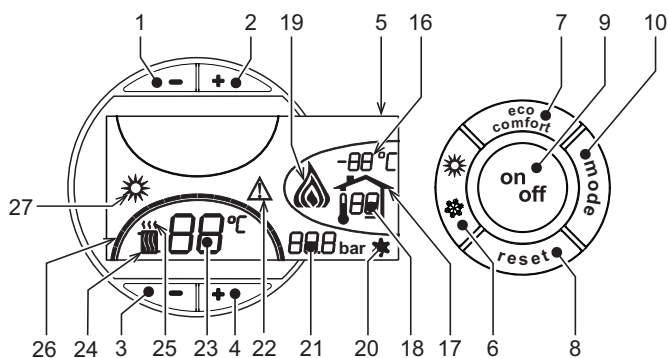
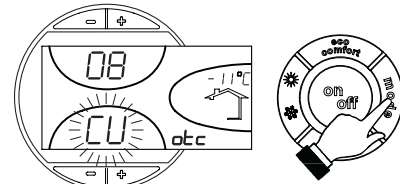
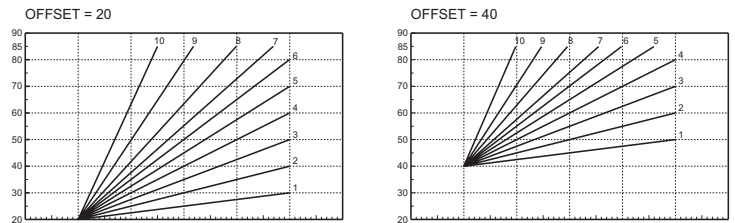

рис. 1 - Панель управления
рис. 9 - Кривая погодозависимого регулирования
рис. 12 - Пример параллельного смещения кривых погодозависимого регулирования
Нажмите клавишу on/off (поз. 9 - рис. 1) в течение 1 секунды.
Для повторного включения котла снова нажмите клавишу on/off (поз. 9 рис. 1) в течение 1 секунды.
- Нажмите кнопку ВКЛ/ВЫКЛ (9 - рис. 1)
Нажмите клавишу **Лето/Зима** (поз. 6 - рис. 1) на 1 секунду.
На дисплее высвечивается символ "Лето" (поз. 27 - рис. 1). При этом котел будет вырабатывать только воду для ГВС. Остается активной система защиты от замерзания.
Для выключения режима "Лето" вновь нажмите клавишу **Лето/Зима** (Поз. 6 - рис. 1) на 1 секунду.
Температура в системе отопления регулируется в пределах от 30 °С до 90 °С с помощью клавиш (поз. 3 и 4 - рис. 1); однако, не рекомендуется эксплуатировать котел при температуре ниже 45 °С.
Температура в системе ГВС регулируется в пределах от 10°С до 65°С с помощью клавиш (поз. 1 и 2 - рис. 1).
При наличии датчика температуры наружного воздуха (опция) на дисплее панели управления (поз. 5 - рис.1) отображается измеряемая этим датчиком температура. При этом система управления котлом работает в режиме "Плавающая температура". В этом режиме температура воды, подаваемой в систему отопления, регулируется в зависимости от климатических условий внешней среды с тем, чтобы обеспечить максимальный комфорт и экономии энергетических ресурсов в течение всего года. Так, при повышении внешней температуры понижается температура подачи воды в систему отопления, что производится по определенной "кривой погодозависимого регулирования".
С переключением на режим "Плавающая температуры" показатель температуры, устанавливаемый клавишами (дет. 3 и 4 - рис. 1) соответствует максимальной температуре подачи воды в систему отопления. Рекомендуется задавать максимальное значение температуры с тем, чтобы позволить системе регулировать ее по всему рабочему диапазону.
При однократном нажатии клавиши **Режим** (поз. 10 - рис. 1) на дисплее высвечивается текущая кривая погодозависимого регулирования (рис. 9), которую можно изменить с помощью клавиш задания температуры воды ГВС (поз. 1 и 2 - рис. 1).
При нажатии клавиши регулировки температуры отопления (поз. 3 и 4 - рис. 1) получается доступ к функции параллельного изменения кривых (рис. 12), выполняемого с помощью клавиш регулировки температуры в контуре ГВС (поз. 1 и 2 - рис. 1).
При повторном нажатии клавиши **Режим** (поз. 10 - рис. 1) осуществляется выход из режима регулировки параллельных кривых.
Если к котлу подключено устройство дистанционного управления с таймером (опция), вышеописанные регулировки производятся в соответствии с указаниями, приведенными в таблице 1. При этом на дисплее пульта управления (поз. 5 - рис. 1) высвечивается температура в помещении, измеряемая устройством дистанционного управления.
Выбор режимов ECO/COMFORT	При выключении режима ГВС с пульта ДУ котел переходит в режим "Эко-потуп". В этих условиях клавиша 7рис. 1 - на панели котла отключена. При включении режима ГВС с устройства ДУ с таймером котел устанавливается в режим Comfort. В этих условиях с помощью клавиши 7рис. 1 - на панели управления котла можно выбрать любой из этих двух режимов.